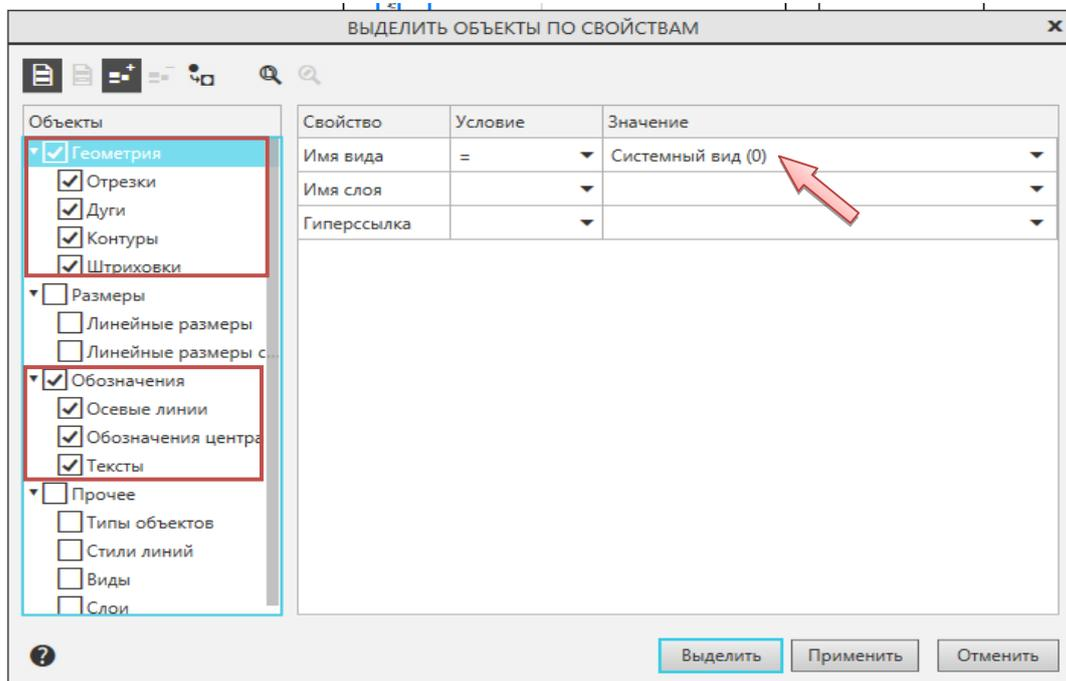

Рис. 2.6. Окно выбора элементов чертежа «Корпус» для выделения
• Отметьте галочками: «Геометрия» и «Обозначения». Обязательно указать значение «Системный вид (0)». Нажмите кнопку «Выделить» (рис. 2.6).